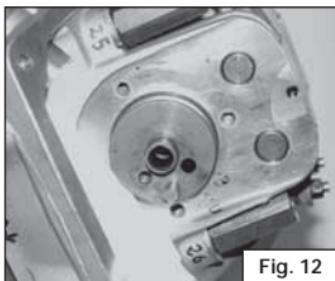

Fig. 12
- Rimuovere l'albero a camme (Fig. 12).
- Remove the camshaft (Fig. 12).
- Enlevez l'arbre à cames (Fig. 12) .